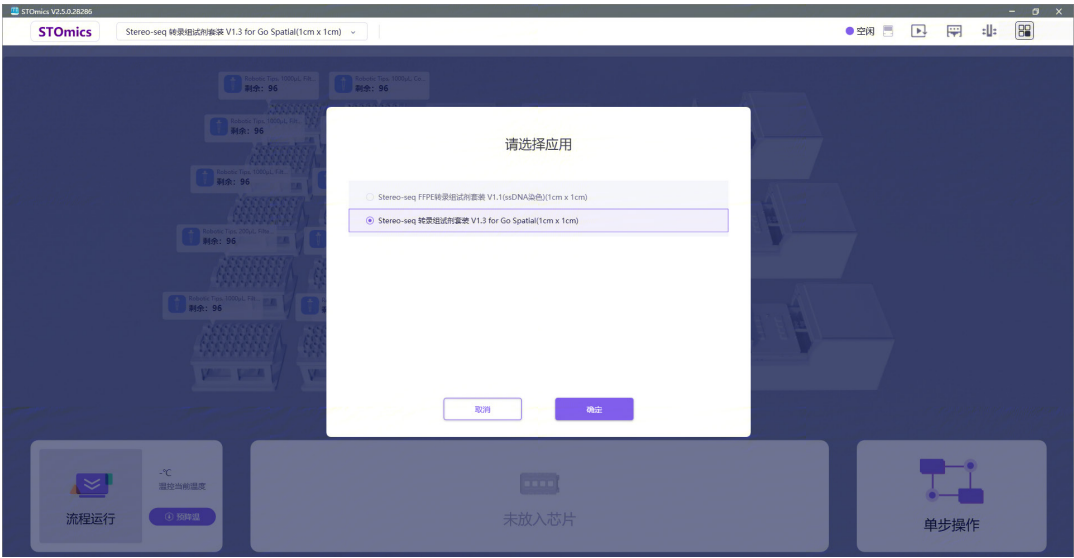

图 3-5 STOmics 软件应用流程选择
- d. 选择运行流程: 点击软件界面左上方的”请选择应用“下拉菜单, 选择“Stereo-seq 转录组试剂套装 V1.3 for Go Spatial(1cm x 1cm)” 并点击确定, 界面如图 3-5 所示;